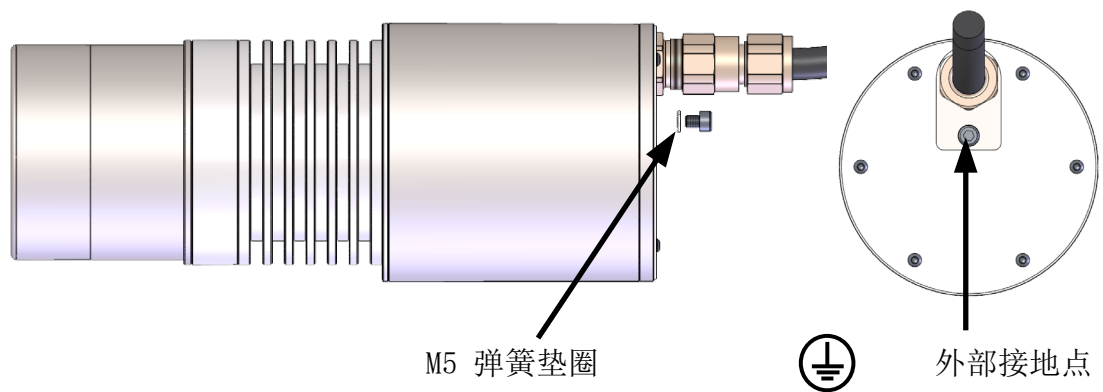

图 4：外部接地点
- 确保传感器、安装组件和外壳正确接地。传感器必须使用 $\geq 4\text{mm}^2$ (11 AWG) 的电缆接地。连接接地线时，必须使用随附的 M5 弹簧垫圈（图 4）。